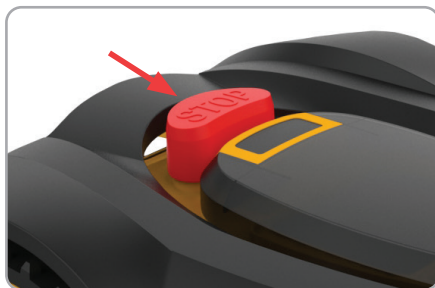

Fig.8
- Apasati butonul STOP pentru a opri robotul de tuns gazonul in orice moment in caz de urgenta (fig.8).